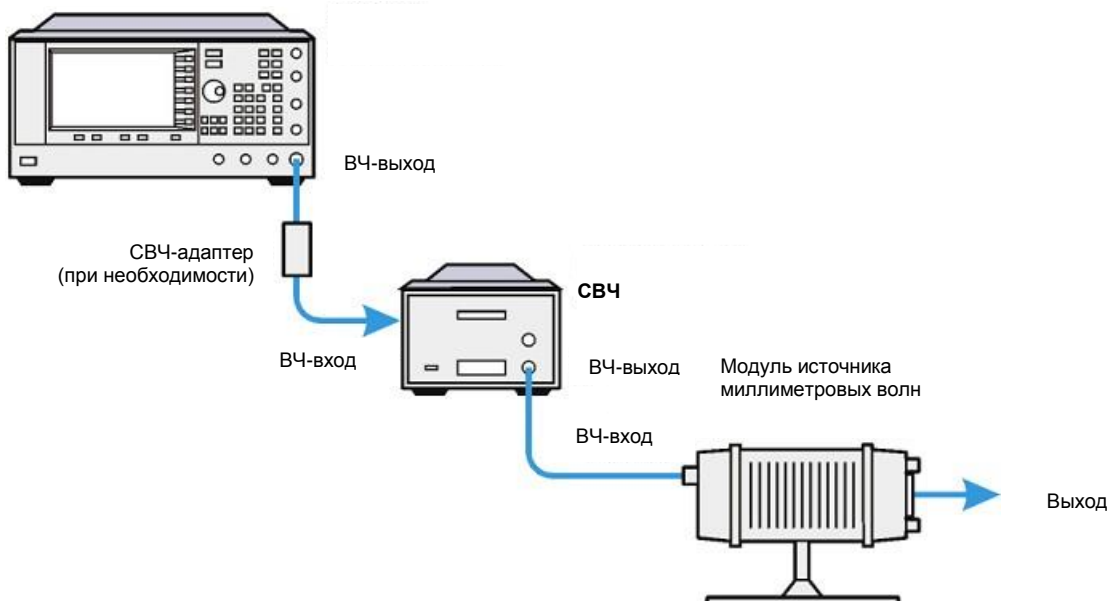

Рисунок 12-23. Установка с генераторами E8257D без опций 1EA, 1EU или 521
- Генераторы E8257D без опций 1EA, 1EU или 521 – Рисунок 12-23